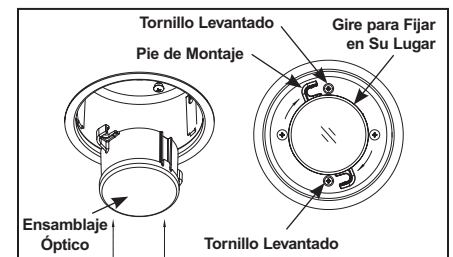

Figura 7
**Paso 3.** Inserte el ensamblaje óptico en la carcassa, con los pies de montaje alineados con los tornillos levantados. Gire el ensamblaje óptico en el sentido del reloj de modo que los pies de montaje se enganchen en los tornillos. Gire firmemente para fijar en su lugar (Figura 7).
**Paso 2.** Quite el ensamblaje óptico de la carcasa girando en el sentido contrarreloj para desbloquear. (Figura 7)